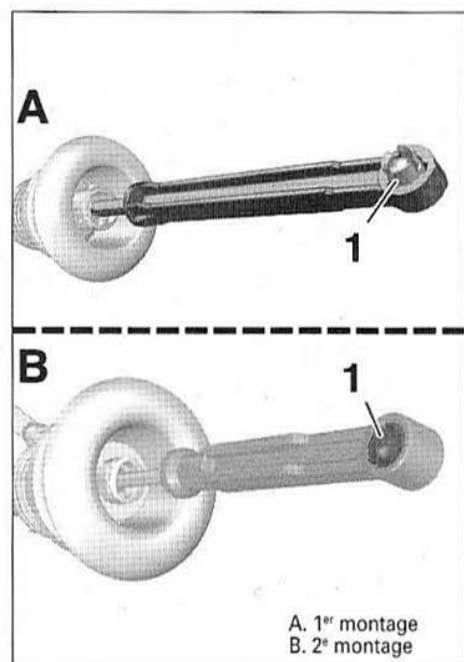

FIG.14
- Vérifier la position de l'agrafe de verrouillage (1) du cylindre émetteur (Fig.14).